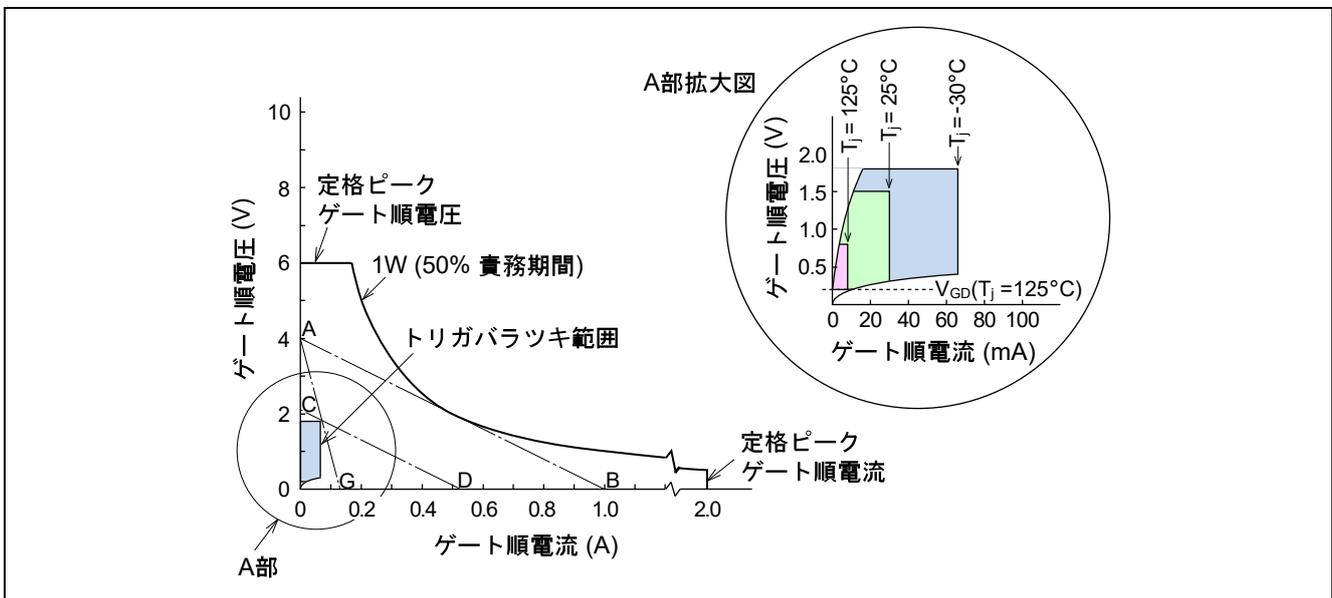
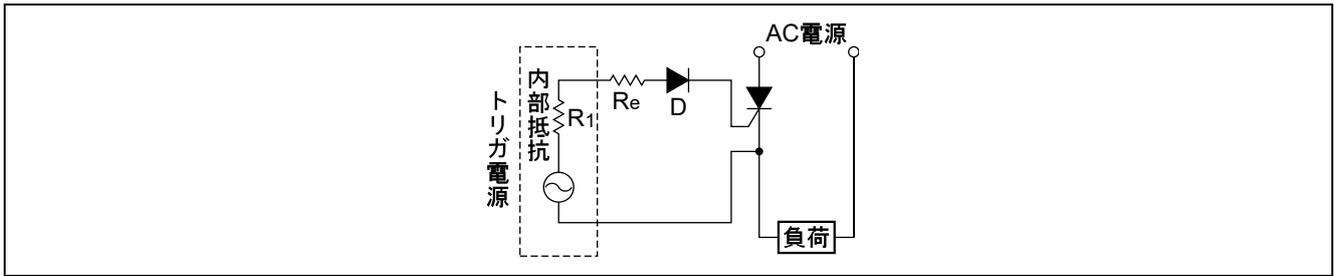
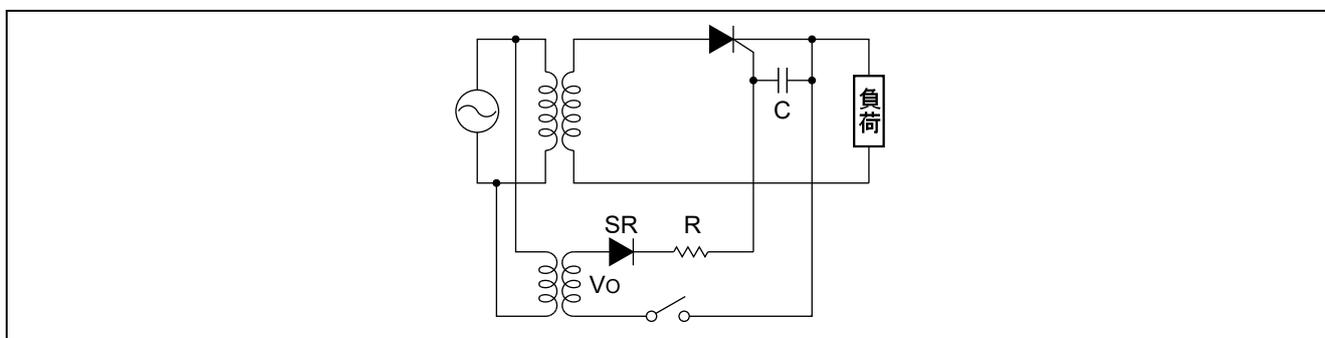

図 6 ゲート負荷直線図
図7 基本トリガ回路図
図9 トリガ回路結線例
この回路定数を決めるために図 6 のような, 横軸にゲート順電流を, 縦軸にゲート順電圧をとったグラフを用い, そのグラフの中に素子のトリガ特性範囲及びゲート責務期間に対する許容ゲート損失の双曲線カーブを書き込みます。
このグラフの斜線をほどこした範囲の上部及び右側では, 素子は必ずトリガします。その境界線は, 使用温度範囲 (最低接合温度) における最大のゲートトリガ電流, ゲートトリガ電圧です。一方, 斜線をほどこした範囲の上部及び左側では, 素子がトリガしない範囲であって, その境界線は, 使用温度範囲 (最高接合温度) における最小のゲート非トリガ電流・電圧です。図 6 は, サイリスタ CR25RM-12D のグラフ (ただし, データシートには両対数目盛で記載しております) で, その最大ゲートトリガ電流は 30 mA ($T_j = 25^\circ\text{C}$), 最大ゲートトリガ電圧は 1.5V ($T_j = 25^\circ\text{C}$), 最小ゲート非トリガ電圧は 0.2 V ($T_j = 125^\circ\text{C}$) です。
次にトリガ回路ですが, ゲート回路を図 7 のような定電圧電源に, 電流制限抵抗, 及びゲートが直列にはいった回路とみなします。トリガ回路の主要設計は電源電圧値及び電源内部抵抗と電流制限抵抗の値を決めることとなりますが, これを決めるために図 6 の縦軸に出力端開放時のトリガ電源電圧値を, 横軸に出力端短絡時の短絡電流値をとってこれを結びます。この直線をゲート負荷直線と呼んでいますが, ゲート入力抵抗がいかによらなくてもゲートに印加される電圧と流れる電流は, このゲート負荷直線上の組合せになっています。ですから, このゲート負荷直線が斜線部を横切らず, さらに定格ゲート損失曲線以下にあれば全部の素子が確実に, かつ安全にトリガするわけです。もし斜線部を横切っておれば, 一部の素子ではトリガしない場合があることを示し, 定格ゲート損失曲線を横切っていれば, 一部の素子では定格値以上の電力がゲートで消費されていることを示しております。
図9のような主回路電圧と同期したサイリスタ CR25RM-12D のトリガ回路を設計する例を説明します。トリガ電源の負のサイクルはシリコン・ダイオード (SR) で阻止させます。なお、このダイオードはゲルマニウム・ダイオードではなく、シリコン・ダイオードですから立上がり電圧が 0.7 V もあり、誤動作防止に役立ちます。トリガ電源電圧はシリコン・ダイオード (SR) で半波に整流されましたので、ゲートの責務期間は 50% となります。図6のゲート負荷直線図に責務期間 50% 時の許容電力損失曲線を書き込みます。サイリスタ CR25RM-12D ではゲート平均入力が 0.5 W ですから、責務期間 50% では 1 W のラインとなります。